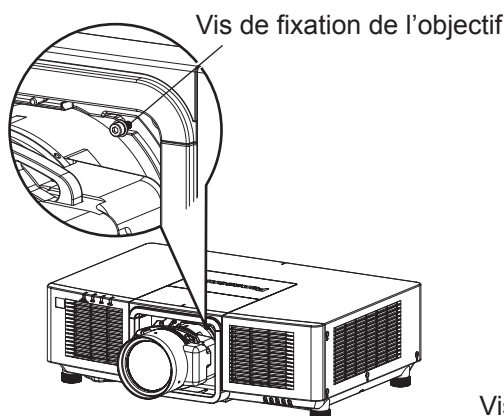

Fig. 1
1) Retirez la vis de fixation de l'objectif. (Fig. 1)
- Pour une lentille de projection autre que la lentille zoom (n° de modèle : ET-EMU100), retirez la vis à droite de la lentille de projection à l'aide d'un tournevis hexagonal à pointe sphérique. (Fig. 1)